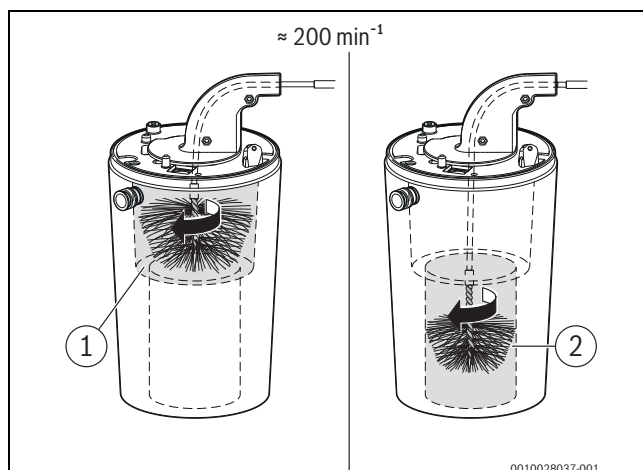

Fig. 60 Pulizia dello scambiatore primario (circa 200 min⁻¹, solo rotazione destrorsa)
- ▶ Ripetere l'operazione nella parte inferiore con la spazzola piccola (→ fig. 60, [2]).